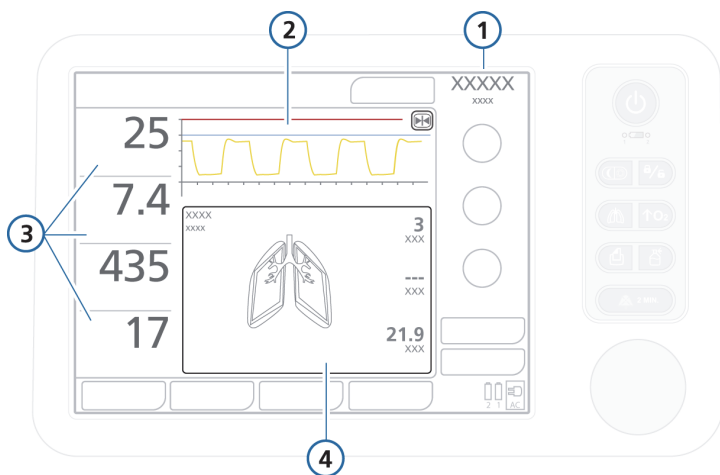

Figura 7-1. Tela principal
Durante a ventilação, os dados do paciente são mostrados na tela do HAMILTON-MR1 (Figura 7-1). O aspecto da tela pode ser configurado para exibir diversos gráficos, tendências e alças ou com gráficos de Painéis inteligentes, conforme as suas necessidades. A janela Monitoração pode ser acessada a qualquer momento sem que a ventilação seja influenciada.
- O gráfico pressão/tempo. Esse gráfico está sempre exibido e não é configurável. Veja o item 4 na Figura 7-1.